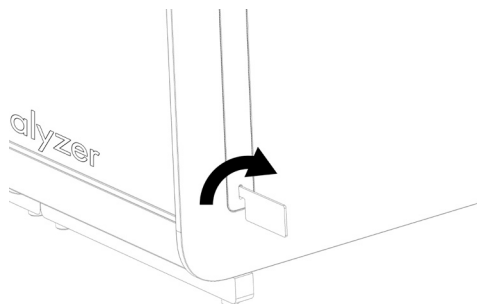

Рис. 5. Удаление защитных накладок.
2. Удалите защитные наклейки с боковой стороны аналитического модуля с помощью инструмента для снятия защитных накладок, входящего в комплект поставки QIAstat-Dx Analyzer 1.0 (рис. 5, следующая страница).